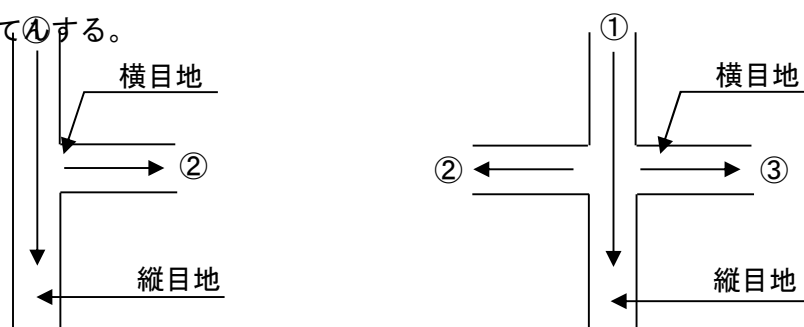

図2. 交差目地の充てん手順
- 2) 目地の交差する部分は図2のように一方の目地を充てんしてから交差する目地にノズルの先端を突入し片方ずつ充てん①する。